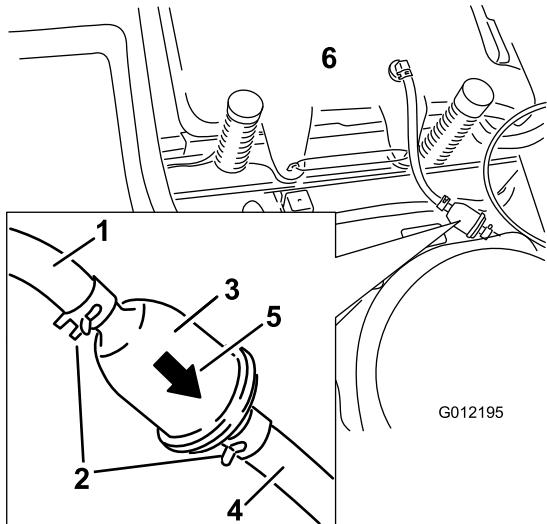

Figura 35
4. Apriete los extremos de las abrazaderas y deslícelas por el tubo alejándolas del filtro (Figura 35).
6. Instale un filtro nuevo – la flecha que indica el sentido de flujo debe apuntar hacia el motor. Acerque las abrazaderas al filtro (Figura 35) para sujetar éste.